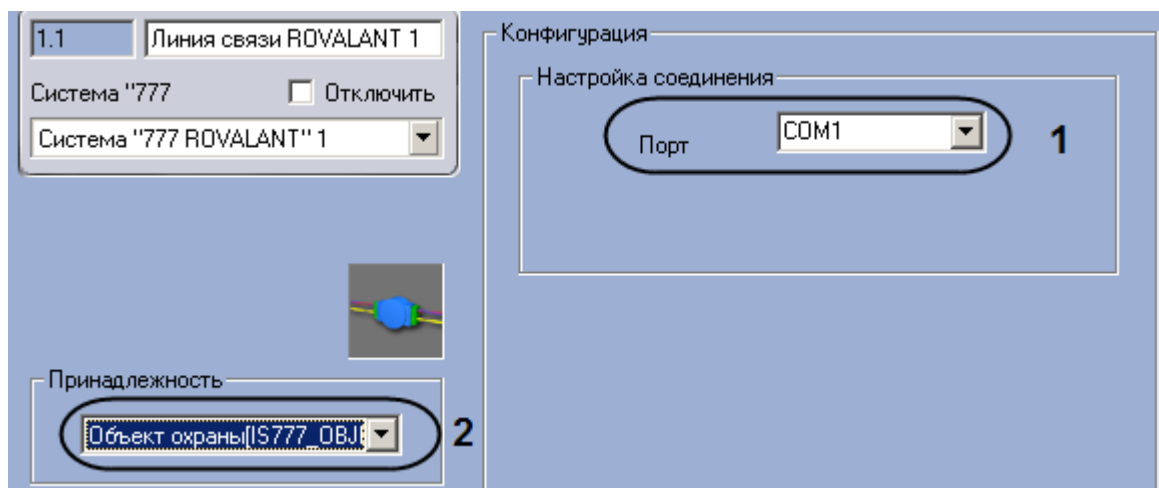

Рис. 3.3—2. Настройка линии связи ICO Rovalant
2. Выбрать COM-порт подключения линии связи из раскрывающегося списка **Порт** (см. Рис. 3.3—2, 1).
3. Выбрать объект **Объект охраны**, к которому относится данная линия связи, из раскрывающегося списка **Принадлежность** (см. Рис. 3.3—2, 2).